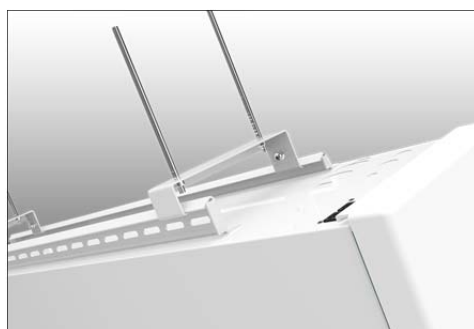

Fig 7
Étape 4 Accrochez chaque support pour installation au plafond dans les rails du système de suspension arrière et avant, comme illustré sur la Fig 7.